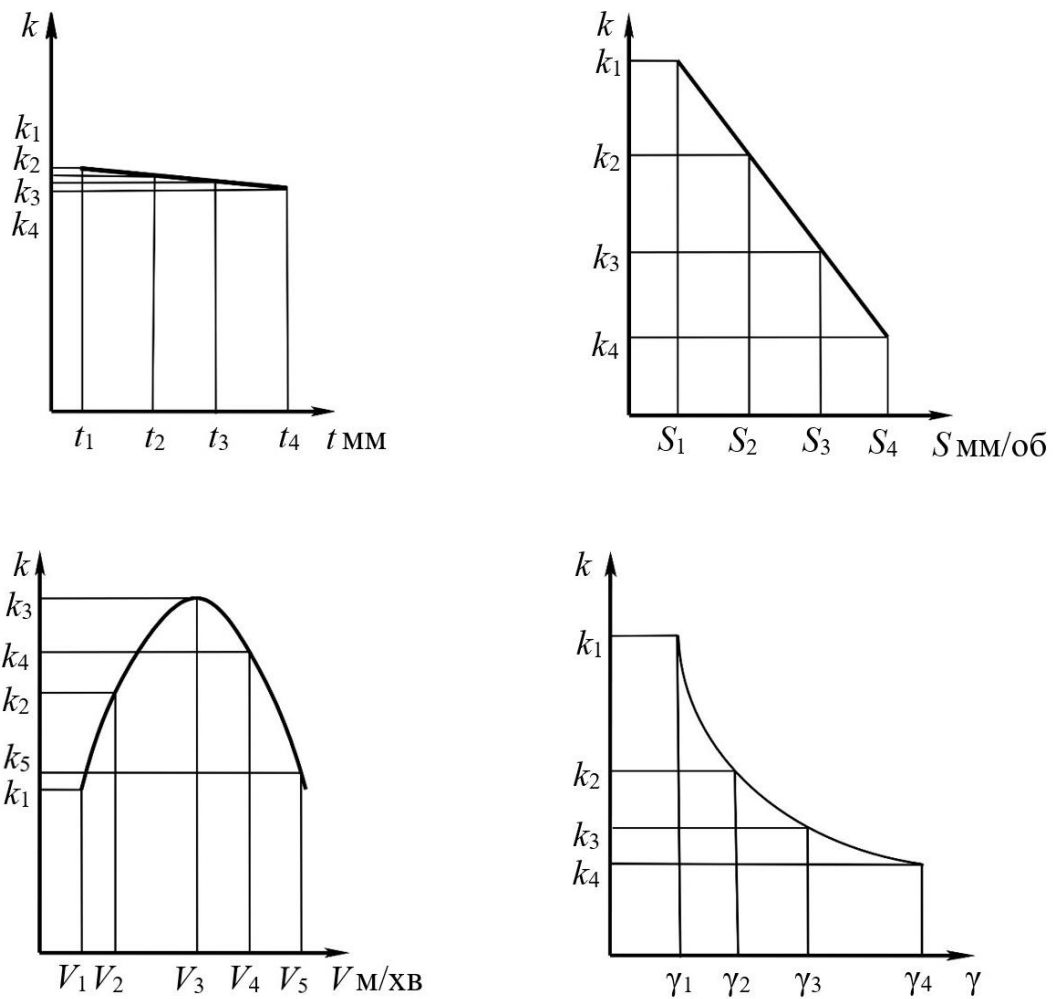

Рис. 2.1 – Графіки експериментальних залежностей
17. Вплив глибини різання t , подачі S , швидкості різання V_p , та кута γ на коефіцієнт усадки k подати на графіках (рис. 2.1). Лінії залежностей проводити між експериментальними точками для графіка $k = f(t)$, $k = f(S)$, $k = f(V)$, $k = f(\gamma)$.
6. Побудувати графіки залежності усадки стружки від режимів різання та переднього кута (див. рис. 2.1).